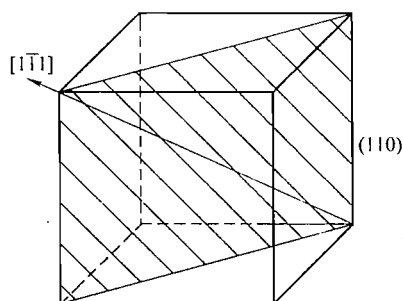

图 24-2 第一题第 2 小题解答图
2. BCC 晶体的配位数为 8, 致密度为 0.68, 其中原子半径 r 与点阵常数 a 的关系式为: $r = \frac{\sqrt{3}}{4}a$ 。图 24-2 为体系立方的一组滑移系示意图。